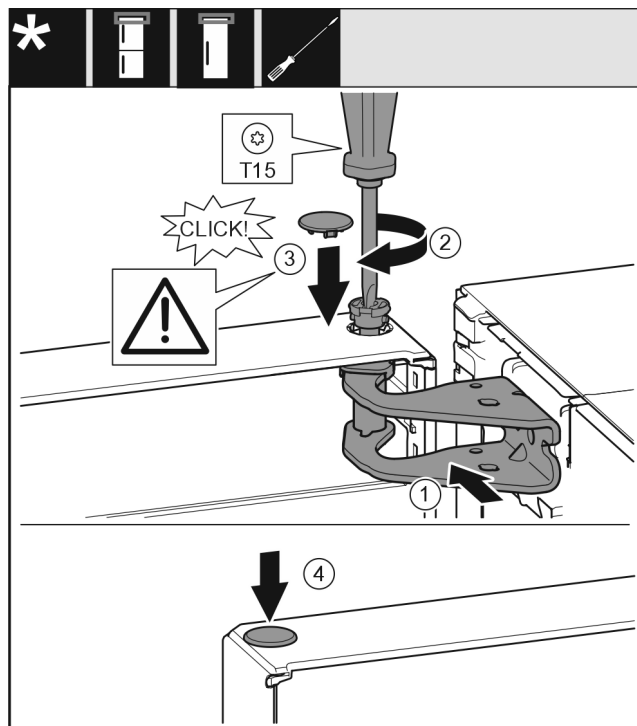

Fig. 22
- ▶ Vrata zgoraj naravnajte k odprtini v ležajnem podstavku. Fig. 22 (1)
- ▶ Vstavite sornik in ga privijte z izvijačem T15. Fig. 22 (2)
- ▶ Montirajte varovalni pokrov za varovanje vrat: Vstavite varovalni pokrov in preverite, če se nalega na vrata. V nasprotnem primeru sornike vstavite v celoti. Fig. 22 (3)
- ▶ Vstavite čep. Fig. 22 (4)